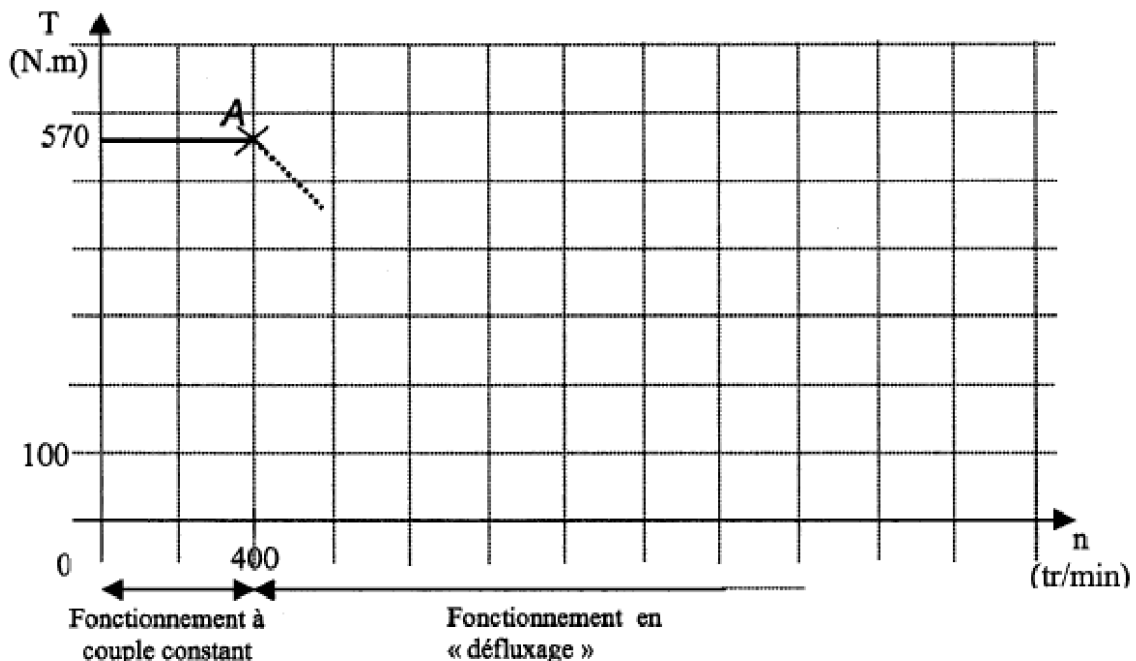

Figure 5:
- Calculer le couple T disponible à la fréquence de rotation $n = 1000 \text{ tr.min}^{-1}$ et représenter le point B correspondant sur la caractéristique $T(n)$ de la figure 5 du document réponse.